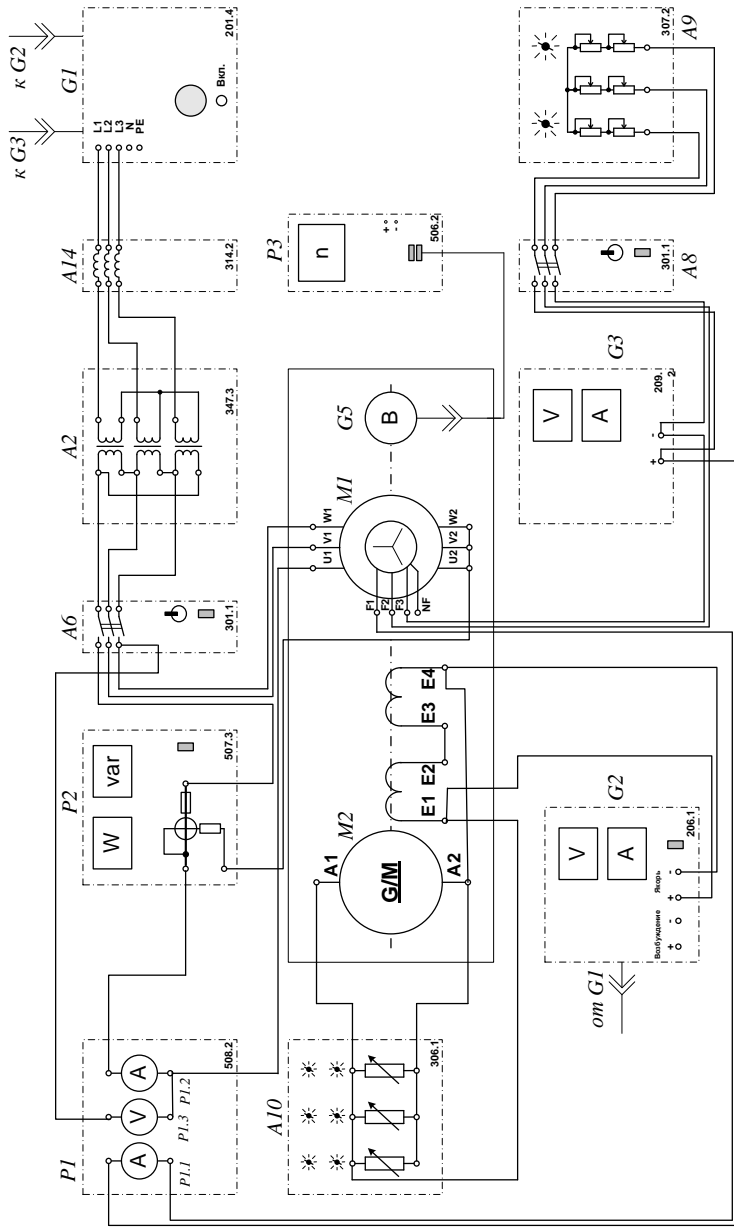

Рис. 16.1. Электрическая схема соединений
2. Собрать электрическую схему соединений по рис. 16.1.